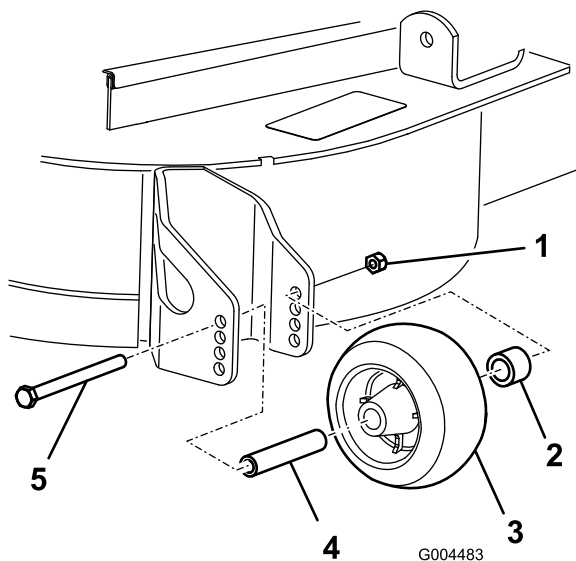

図 26
3. 刈高を変更後、ローラのフランジ・ナット、ブッシュ、スペーサ、ボルトを外して（図 26）、ローラの高さ調整を行う。
5. フランジ・ナット、プッシュ、スペーサ、ボルトを取り付ける。ボルトを54-61 N・m (5.6~6.2 kg.m) にトルク締めする(図 26)。